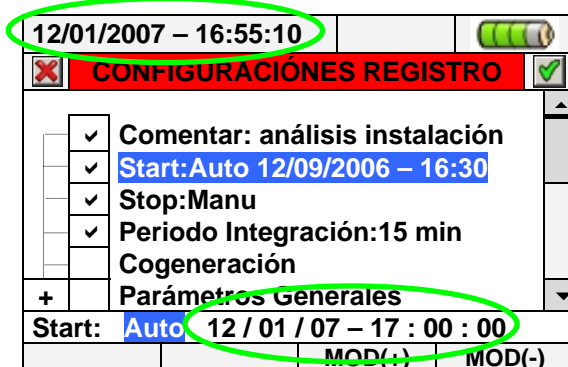

Fig. 109: Fecha/Hora correcta
2. Pulse las teclas **F3** o **F4** (o bien **MOD(+)** o **MOD(-)** del visualizador) para incrementar o decrementar de una unidad el valor de las cifras hasta programar el valor deseado **coherente** con la fecha de sistema (ver la Fig. 109).